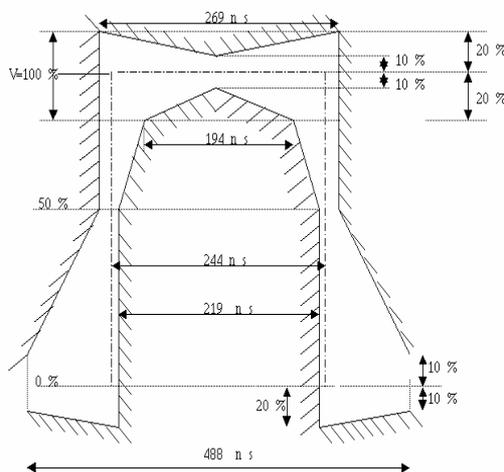

图 7.1 E1 线路码波形样板
- 数字接口电气特性：符合 ITU—TG. 703 建议，脉冲波形符合样板如图 7.1 所示；